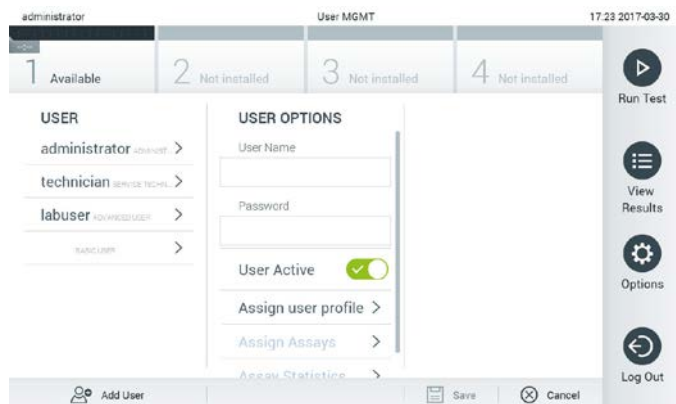

Figura 56. Adición de un usuario nuevo.
1. Pulse el botón Options (Opciones) y, a continuación, el botón User Management (Administración de usuarios) para configurar los usuarios. Aparecerá la pantalla User Management (Administración de usuarios) en la zona de contenido de la pantalla (figura 56).